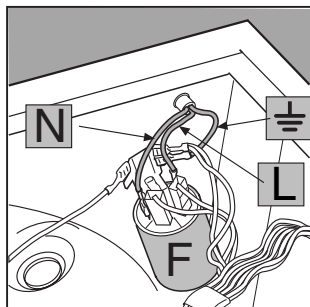

Fig. 4
3. Scollega i cavetti dal filtro antidisturbo F [fig. 4] facendo attenzione alla loro posizione (cavetto **Blu=N**; cavetto